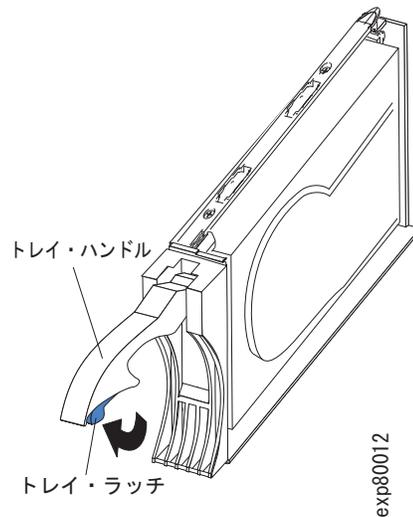

図 82. E-DDM CRU ハンドル
- b. 図 82 に示すように、トレイのハンドルを、開いた位置になるように引き出します。
- a. 151 ページの図 82 に矢印で示されているように、トレイ・ハンドル下部の内側を押して、E-DDM CRU のラッチを解放します。